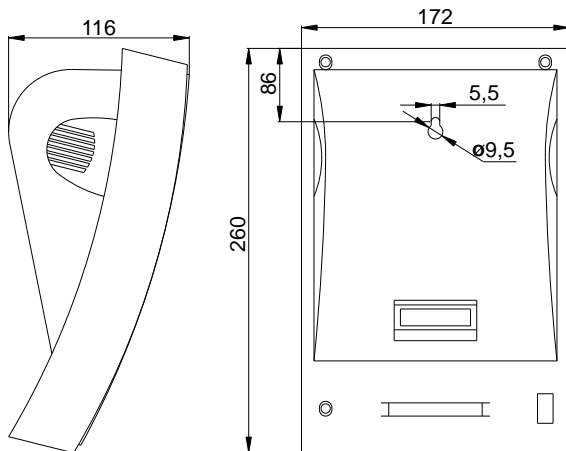

Рис. 1. Внешний вид и габаритные размеры корпуса оповещателя
Габаритные размеры, мм	см. рисунок 1
- согласно установочным размерам (см. рисунок 1) просверлить в стене отверстие, вставить в него дюбель и вкрутить шуруп;